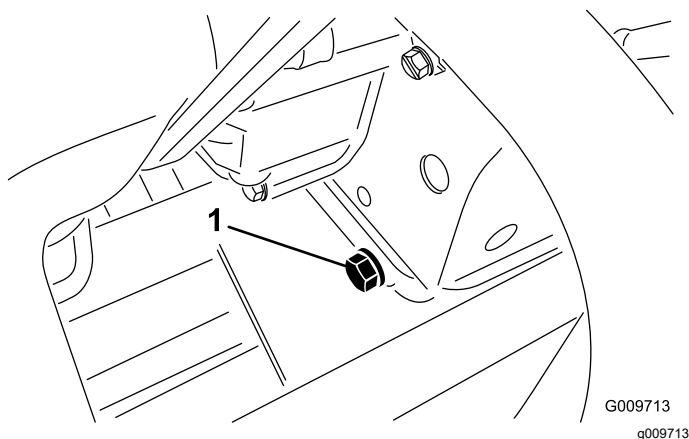

Figura 56
1. Togliete il tappo di spurgo (Figura 56) e lasciate defluire l'olio in una bacinella. Quando l'olio cessa di defluire, rimontate il tappo.